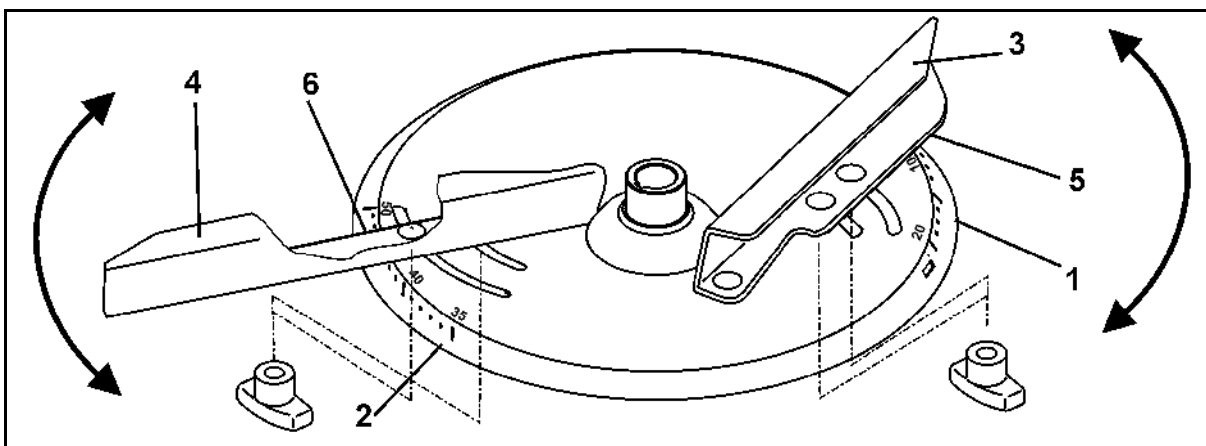

Fig. 42
For at sikre en nøjagtig indstilling af de enkelte spredeskovlstillinger uden brug af værktøj er der placeret to forskellige skalaer (Fig. 42/1 og Fig. 42/2), som ikke kan forveksles, på hver spredeskive.
- Den korteste spredeskovl (Fig. 42/3) har en skala (Fig. 42/1) med værdier fra 5 til 28, og den længste spredeskovl (Fig. 42/4) en skala (Fig. 42/2) med værdierne 35 til 55.
- Aflæs indstillingsværdien for den korte spredeskovl (Fig. 42/3) på aflæsningskanten (Fig. 42/5).
- Aflæs indstillingsværdien for den lange spredeskovl (Fig. 42/4) på aflæsningskanten (Fig. 42/6).
- Når spredeskovlene drejes til en højere talværdi på skalaen (Fig. 42/1 el. Fig. 42/2), bliver arbejdsbredden større.